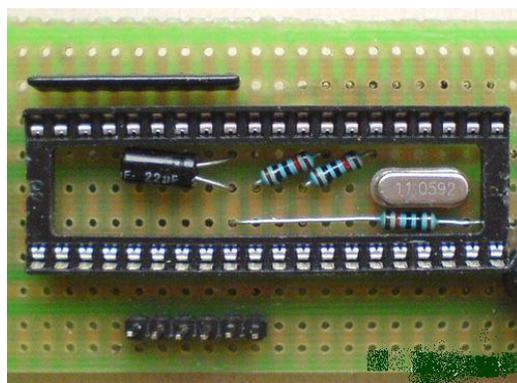

图 3-32 芯片底座下隐藏元件图
8、充分利用板上的空间。芯片座里面隐藏元件，既美观又能保护元件，如图 3-32 所示。